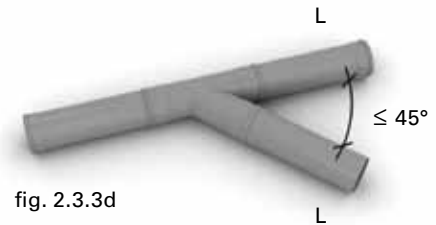

fig. 2.3.3d
Liggande ledning (L) ska anslutas till liggande ledning med grenrör med vinkel $\alpha \le 45^\circ$. Se fig. 2.3.3d.